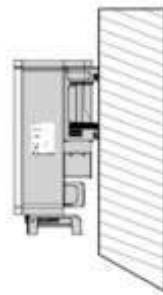

Fig. 4-2 Montaje de pared
- Capacidad máxima de carga ≥ 4 veces de peso del inversor (Fig. 4-2).